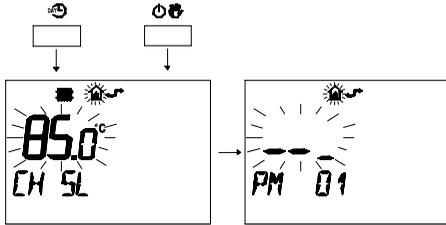

fig. 9.15
- 2 Premere contemporaneamente i pulsanti  e  per entrare nella programmazione trasparente (fig. 9.15)